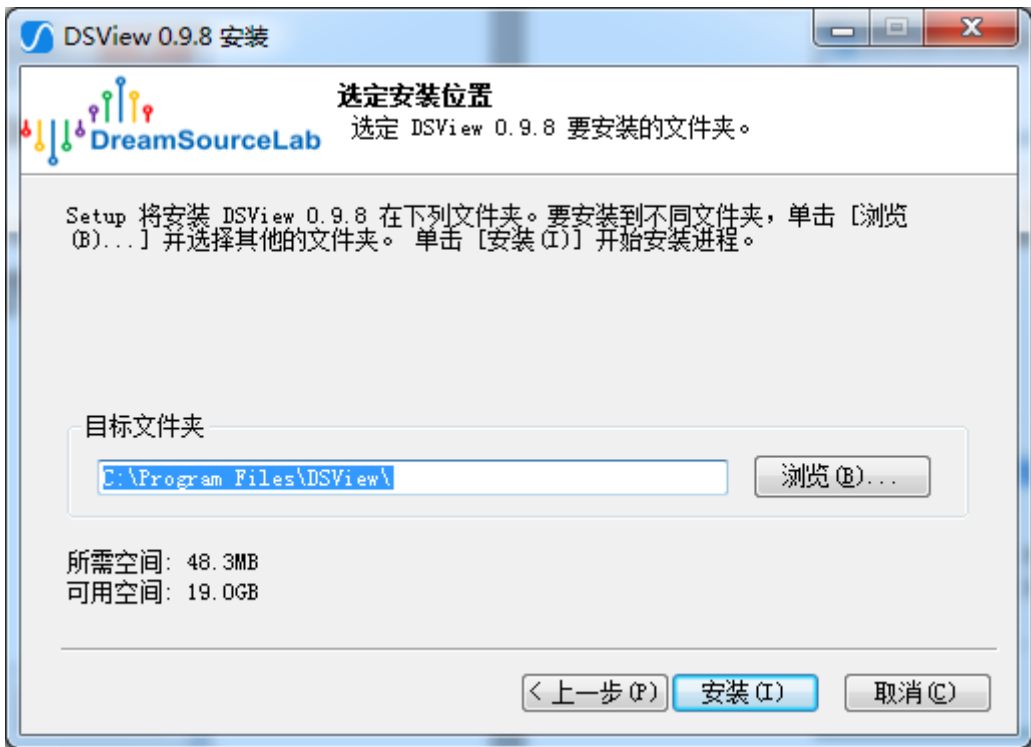

图 1-4
4) 弹出下图（图 1-4）所示窗口，请选择安装目录，然后点击“安装”：